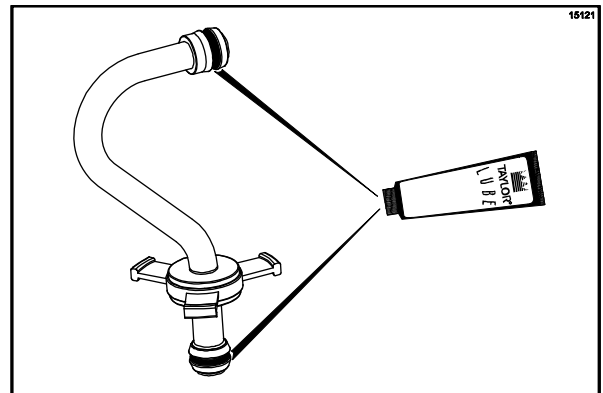

Figura 152
11. Instale um anel de vedação vermelho em cada extremidade do tubo de alimentação de mix e lubrifique-os bem. (Veja a Figura 152.)